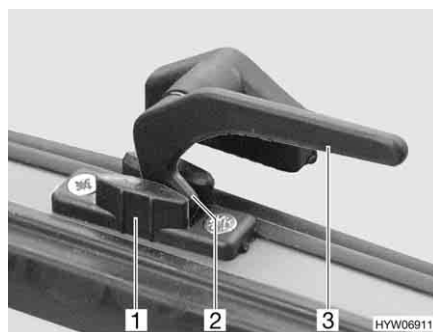

Fig. 83 Palanca de bloqueo en la posición de "ventilación continua"
- En la posición "ventilación continua" (Fig. 83)
- Girar todas las palancas de bloqueo (Fig. 83,3) un cuarto de vuelta hacia el centro de la claraboya.
- Girar de nuevo hacia atrás las palancas de bloqueo. El saliente de bloqueo (Fig. 83,2) se ha de introducir para ello en el rebaje del bloqueo de la claraboya (Fig. 83,1).